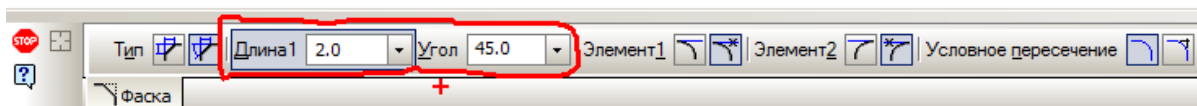

Рис. 16. Панель свойств команды **Фаска**
– нажмите кнопку **Фаска**. Появится **Панель свойств** команды **Фаска** (рис. 16);